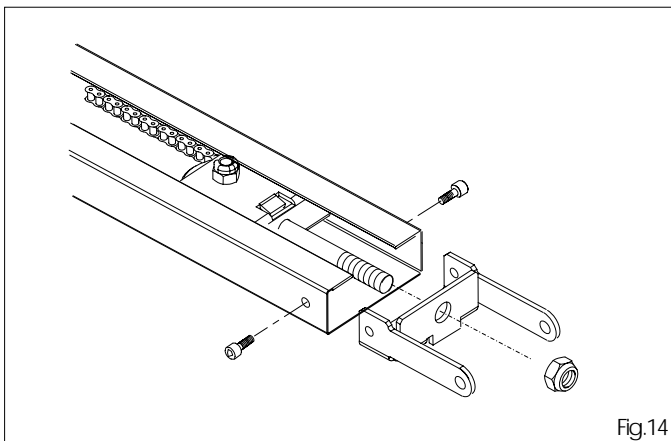

Fig.14
5.10 Inserire la flangia nella guida di scorrimento bloccandola con due viti a brugola M5 in dotazione (fig.14) e tendere la catena con apposito dado (fig.14).